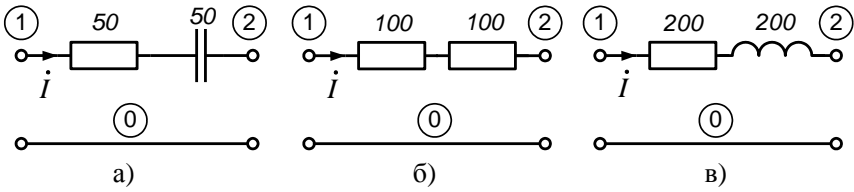

Рисунок 3.10
13) На рис.3.10 приведены фрагменты схем с указанием сопротивления элементов в омах для некоторой частоты ω_1 ; вычислите значение тока на частоте ω_1 , если узловые напряжения \dot{U}_{10} и \dot{U}_{20} на этой частоте имеют следующие значения: